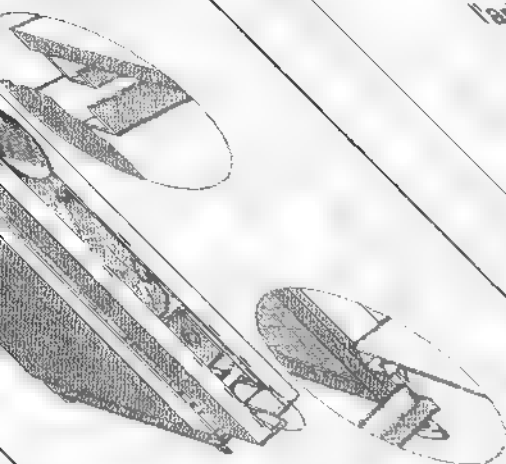

Fig. 15
- Placer les parois avant gauche et avant droite dans l'arête en U de la traverse inférieure et en haut dans l'arête du capot (fig. 15).
rieurs selon la fig. 15 et les fixer chacun avec 2 vis